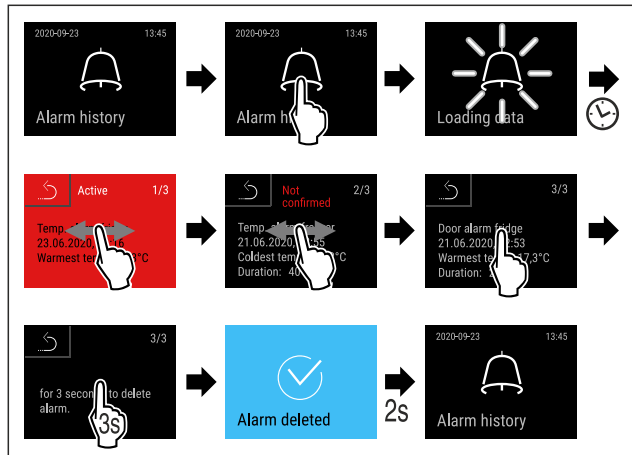

Fig. 156
- ▶ Efectuați pașii de acțiune (vezi Fig. 156).